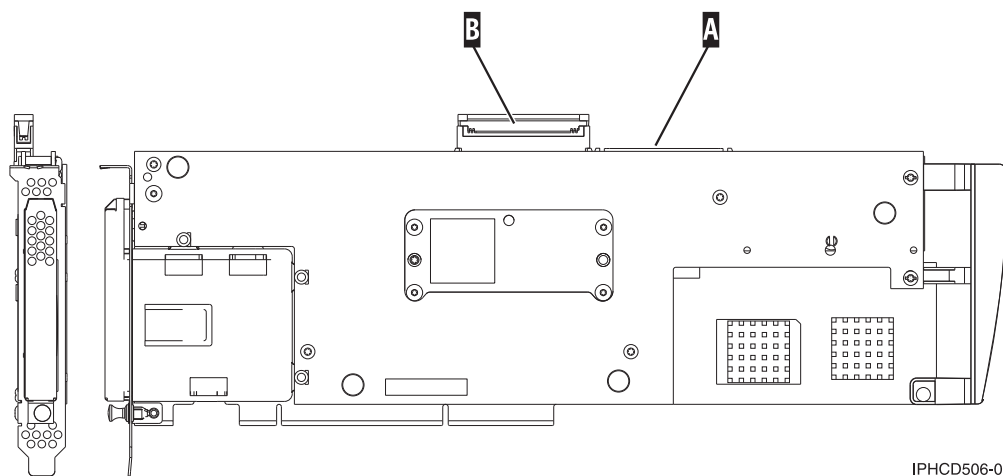

図 93. 5708、補助書き込みキャッシュ IOA
2. このケーブルを、補助書き込みキャッシュ・アダプター上の SCSI ポート A に接続します。 336 ページの図 93を参照してください。